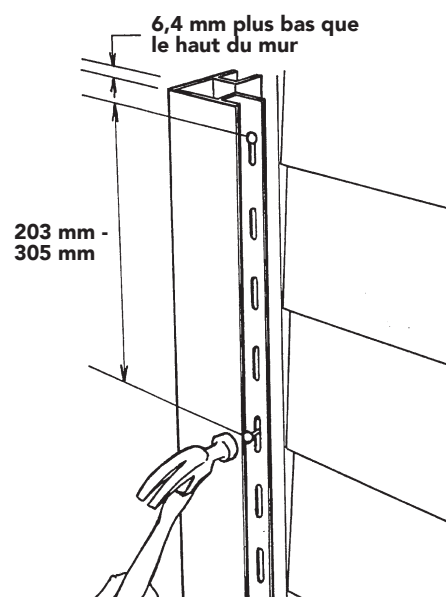

Figure 24
- Positionner la moulure de coin 6,4 mm (1/4 po) plus bas que celle du soffite ou de l'avant-toit. Clouer dans le haut de la fente supérieure, des deux côtés de la moulure; laisser un jeu d'environ 0,8 mm (1/32 po) entre la tête des clous et la moulure. La moulure de coin est alors soutenue par ces clous. Enfoncer les autres clous au centre des fentes, à intervalle de 203 à 305 mm (8 à 12 po), en laissant toujours un jeu d'environ 0,8 mm (1/32 po) entre la tête des clous et la moulure, pour permettre la dilatation et la contraction en bas. La moulure de coin doit descendre 19,2 mm (3/4 po) dans la bande de départ. Faire en sorte que les moulures de coins soient d'aplomb (verticalité) et d'équerre (Figures 24 et 25). Sectionner les brides de clouage apparentes.